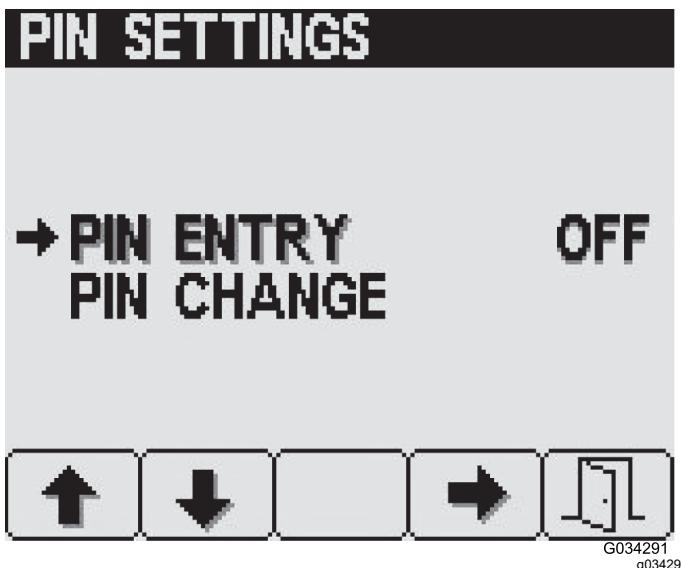

図 25
- ボタン 1 と 2 で PIN 入力オプション間の移動 図 25。
- ボタン 4 を押して PIN 入力要求を ON または OFF に設定する 図 25。